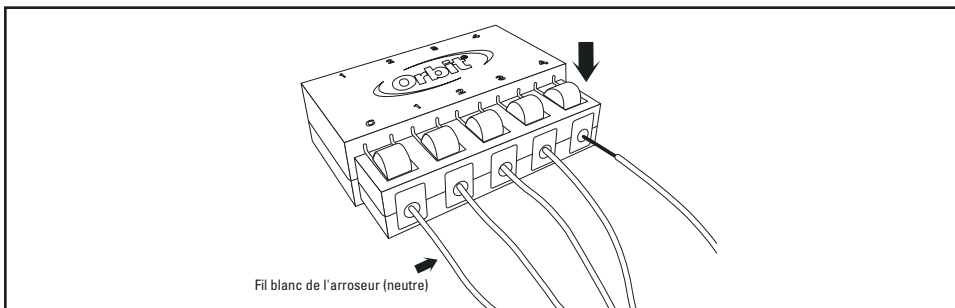

Figure 5: Insertion du fil de l'arroseur
Étape 4. En maintenant la boîte de connexion rapide, appuyez fermement sur l'onglet arrondi (marqué C sur la boîte de connexion) et faites pénétrer avec soin le fil blanc de l'arroseur (neutre) dans partie ronde et indentée de la membrane en caoutchouc gris. [voir figure 5]